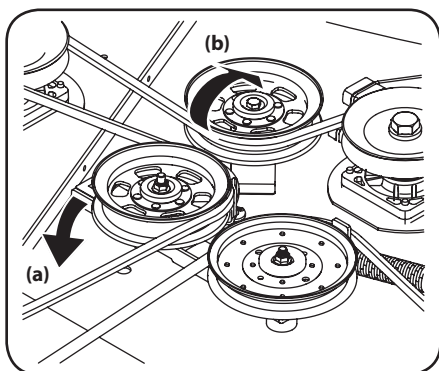

Figure 4-15
- b. Placez-vous à côté de la tondeuse de façon à faire pivoter le support de la poulie de tension et la poulie de tension vers l'arrière jusqu'à ce que vous puissiez soulever la courroie en « V » (a) par-dessus la poulie de tension (b). Voir Figure 4-15.